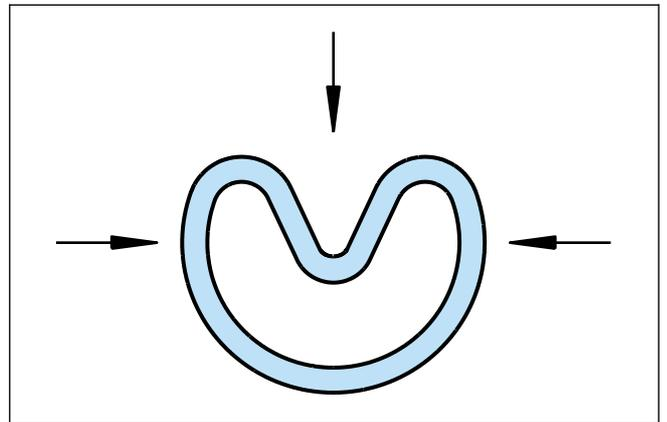

Figura 6 Deformación en forma de riñón
- Comprima las juntas Turcon[®] o Zurcon[®] dándoles forma de riñón. La junta no debe presentar curvas pronunciadas (Figura 6).